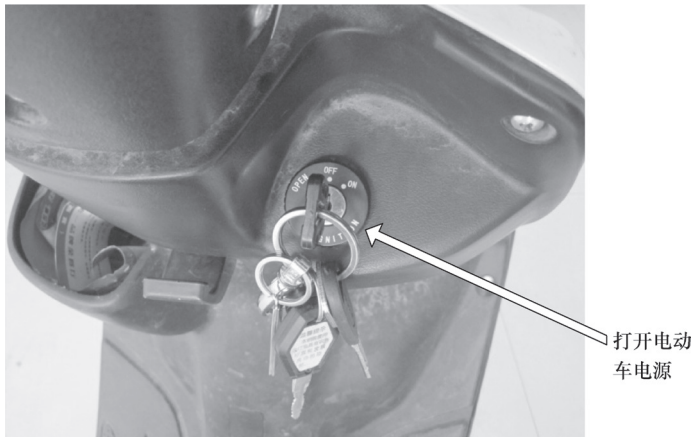

图 8-27 打开电动自行车电源
1) 打开电源开关(如图8-27所示),电动机高速运行,拔下调速转把插接器(即将调速转把引线脱离电路),电动机飞车停止,表明飞车不是控制器损坏导致的。